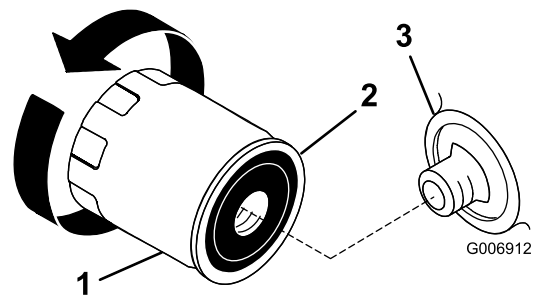

Figure 19
- Retirez le filtre à huile usagé et essuyez la surface du joint de l'adaptateur (Figure 19).
3. Appliquez une fine couche d'huile neuve sur le joint en caoutchouc du filtre de rechange (Figure 19).
5. Tournez le filtre à huile dans le sens horaire jusqu'à ce que le joint touche l'adaptateur, puis donnez 1/2 à 3/4 de tour supplémentaire (Figure 19).